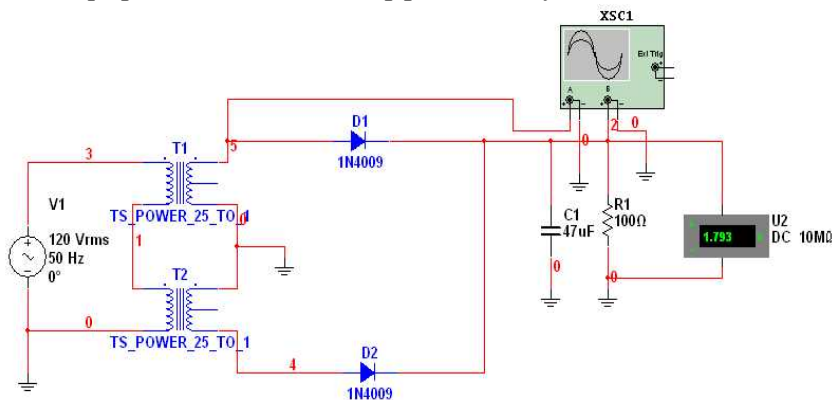

Рис. 58. Схема двухполупериодного выпрямителя с емкостным фильтром
13. Собрать схему двухполупериодного выпрямителя с емкостным фильтром, изображенную на рис. 58.